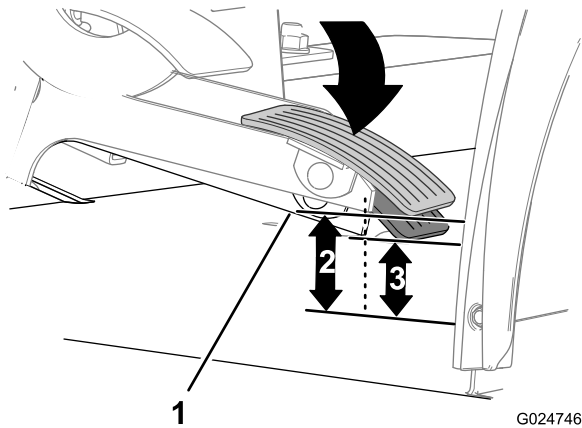

図 43
1. アクセルペダルが上位置にある状態で、アクセルペダルアームの後下角部から運転席床面までの距離を測定する 図 43。
2. アクセルペダルとスロットルケーブルとの間の遊びがなくなるポイントまで、ペダルを静かに下げる 図 43。
3. 遊びがなくなった位置にアクセルペダルを保持した状態で、アクセルペダルアームの後下角部から運転席床面までの距離を測定する 図 43。
1. ペダルアクセルペダルアームの遊び距離 図 43 を大きく 5.7mm する 「アクセルペダルの上ストップの位置調整」 17 ページを参照。